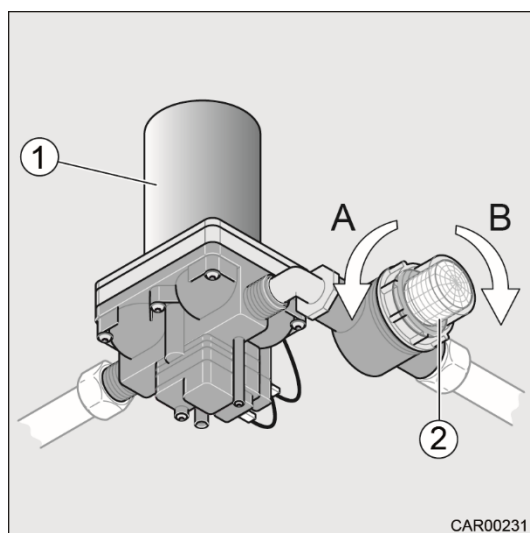

Fig. 155 Pompe refoulante
- Si lors de la première mise en service de la pompe refoulante (Fig. 155/1), le réservoir d'eau fraîche n'est pas nettoyé, des copeaux résiduels provenant de la production risquent d'endommager la pompe refoulante (Fig. 155/1).
Le camping-car est équipé d'un système d'alimentation en eau sous pression. La pompe refoulante (Fig. 155/1) est accessible depuis une trappe de rangement du côté gauche du véhicule.
Un préfiltre (Fig. 155/2) protège la pompe refoulante et le circuit hydraulique de la poussière et retient les particules en suspension. Ce préfiltre comprend un tamis métallique à fines mailles inoxydable. Le couvercle du préfiltre est transparent. Cela permet de voir facilement si le préfiltre est sale.
2. Dévisser le couvercle du préfiltre (Fig. 155/2) dans le sens anti-horaire (A) et le retirer (fermeture à baïonnette).
5. Nettoyer le boîtier du préfiltre (Fig. 155/2) et le tamis métallique.
6. Remettre le couvercle du préfiltre (Fig. 155/2) en place et le tourner dans le sens horaire (B).
- Serrez le couvercle du préfiltre (Fig. 155/2) à la main.
- En cas de chute de pression aux points de prélèvement d'eau, vérifier si le préfiltre (Fig. 155/2) est encrassé.